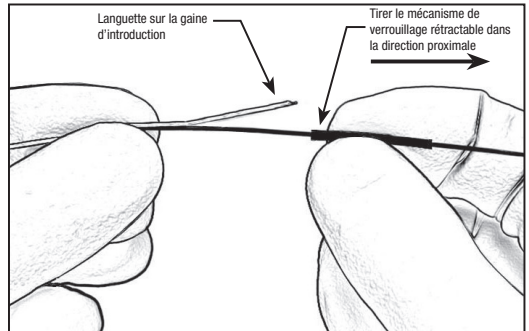

Figure 3 – Tirer le mécanisme de verrouillage rétractable dans la direction proximale
15. Maintenir le dispositif en position immédiatement distale par rapport au mécanisme de verrouillage rétractable et tirer le verrou rétractable de manière proximale afin de faire apparaître la languette de la gaine d'introduction. Voir la Figure 3.